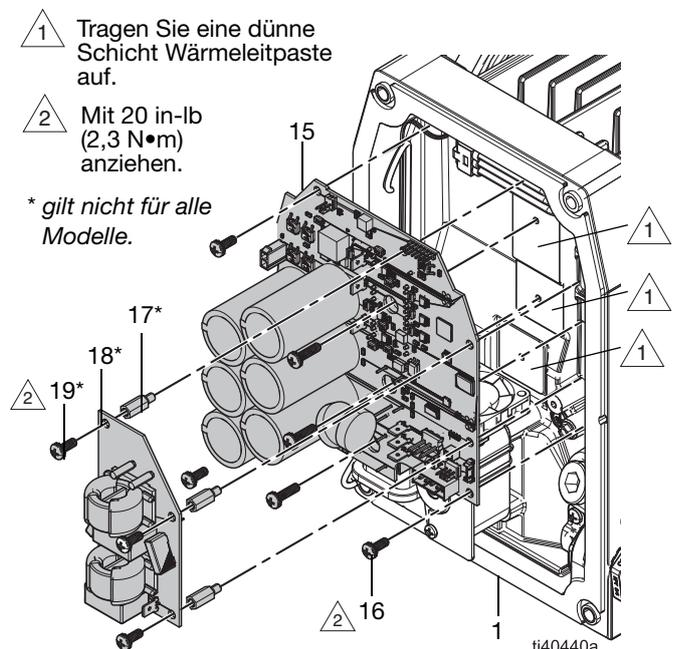

ABB. 11: Steuerkarte und Filterplatine
Siehe ABB. 11.
2. Tragen Sie bei Bedarf eine dünne Schicht Wärmeleitpaste auf an den dargestellten Stellen in ABB. 11.
3. Halten Sie die Drähte vom Statorgehäuse (1) fern und setzen Sie die Steuerkarte (15) in das Statorgehäuse ein.
4. Halten Sie die Steuerkarte (15) in Position. Bringen Sie gleichzeitig die Befestigungen (16) der Steuerkarte an. Mit 2.3 N•m (20 in-lb) festziehen.
5. Falls zutreffend, bringen Sie die Distanzstücke (17), die Filterplatine (18) und die Befestigungen (19) an. Ziehen Sie die Befestigungen (19) gut an.
6. Falls zutreffend, schließen Sie das braune Stromkabel der Filterplatine (18) an L1 und das blaue Kabel an L2 der Steuerkarte an. Siehe **Stromlaufpläne**, Seite 37.
7. Schließen Sie alle Drähte an die Steuerkarte (15) und die Filterplatine (18, falls vorhanden) an. Siehe **Stromlaufpläne**, Seite 37.